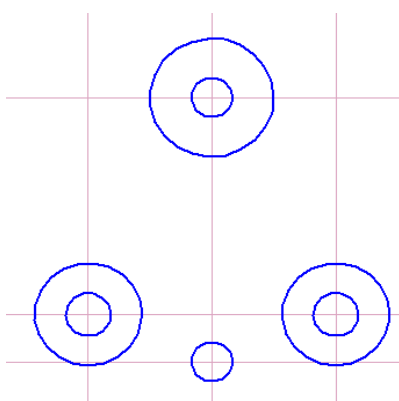

Рисунок 3.10 – Создание окружностей
10. Создайте две окружности диаметром 20 мм и одну окружность радиусом 30 мм (рисунок 3.10).